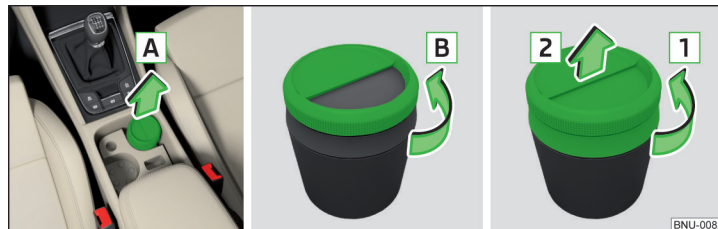

Abb. 121 Aschenbecher herausnehmen / öffnen / zerlegen
- Den Aschenbecher in Pfeilrichtung **A** herausnehmen » **Abb. 121**. Das **Einsetzen** erfolgt in umgekehrter Reihenfolge.